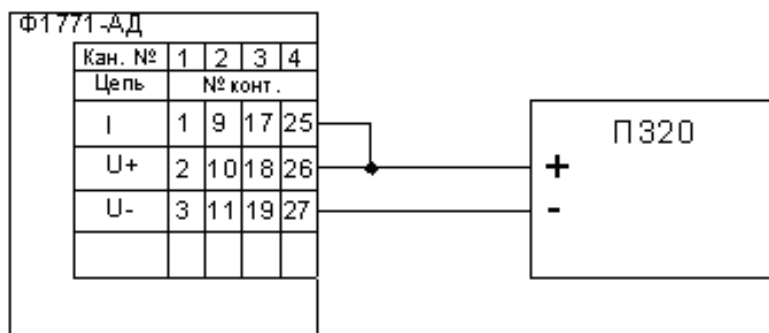
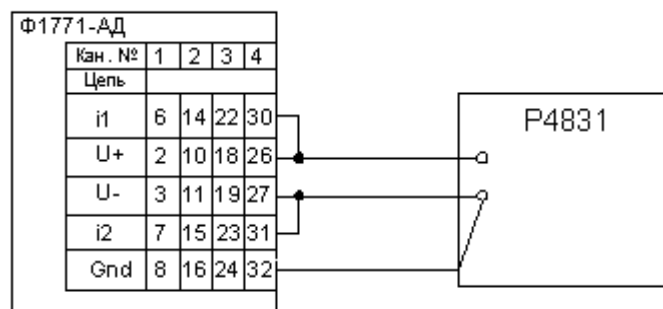
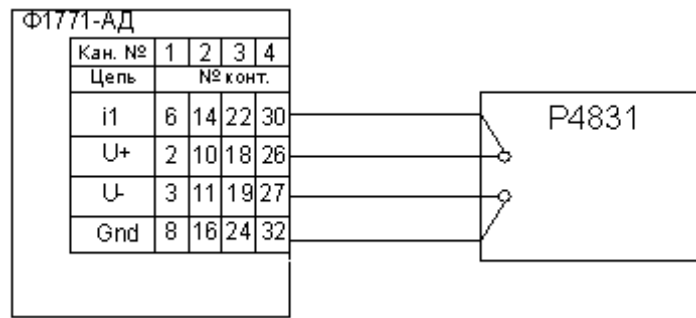

Рисунок 65 – Схема подключения входных каналов для постоянного тока
Рисунок 66 – Схема подключения входных каналов для сигналов ТС по 3-х проводной схеме.
Рисунок 67 – Схема подключения входных каналов для сигналов ТС по 4-х проводной схеме
Примечания - Для сигналов от ТС допускается проверка по одной из схем включения – 3-х проводной (см. рисунок 66) или 4-х проводной (см. рисунок 67), при этом должна быть проведена настройка для соответствующей схемы включения. Для сигналов от ТП результаты измерений должны быть больше значения проверяемой точки на температуру свободных концов ТП, которая определяется в режиме «Настройка».
1) Поверку проводить для всех типов ТС, на каналах, подключаемых (в зависимости от использования при эксплуатации) по одной из схем включения – 3-х проводной (см. рисунок 65) или 4-х проводной (см. рисунок 66), при этом настройка должна выполняться для соответствующей схемы включения.